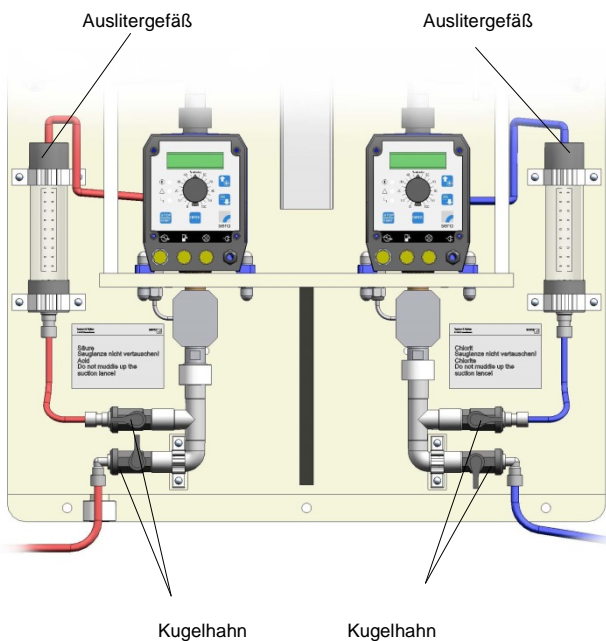

Abb. 10
1. Kugelhähne in den Saugleitungen in Richtung Auslitergefäße stellen (siehe Abb. 10).